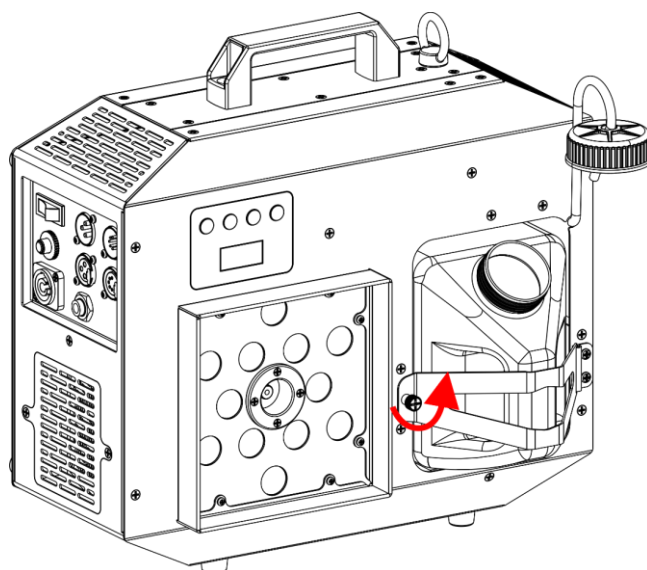

Fig. 07
- 02) Dévissez la **vis de sécurité du support du réservoir (04)**, comme indiqué sur la Fig. 07.